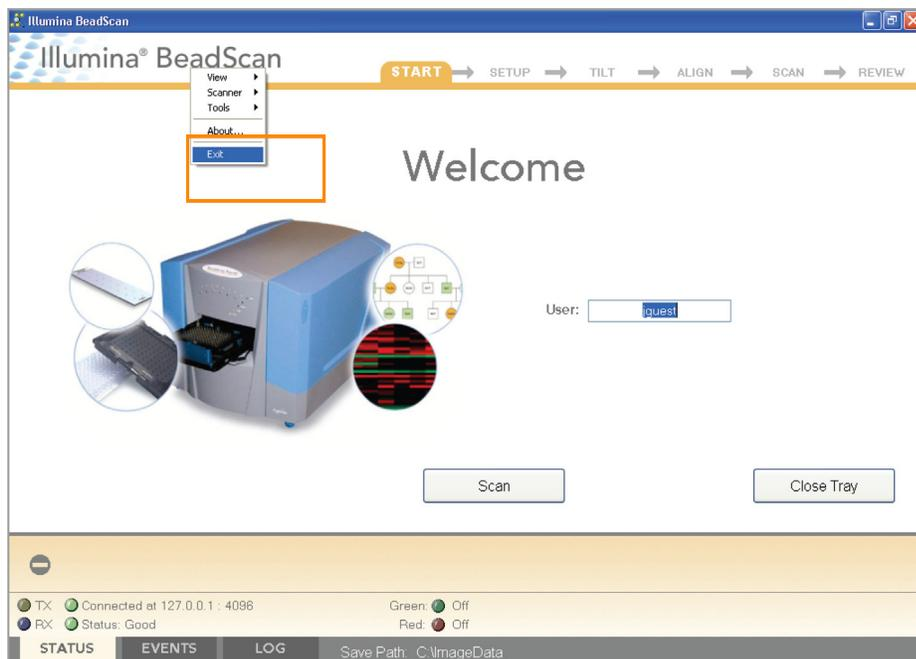

Рис. 97 Выход из ПО BeadArray Reader Software
- d. Закройте ПО BeadArray Reader BeadScan. Чтобы выйти из ПО, щелкните правой кнопкой мыши рядом с логотипом Illumina и нажмите **Exit** (Выход) (Рис. 97).